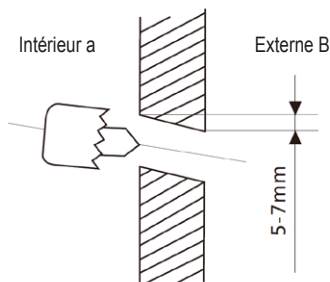

fig. 11 -
5. Faites un trou de Ø65 mm (ou Ø 90mm selon le modèle) sur le mur ("fig. 11 -"1), en descendant légèrement vers l'extérieur, en commençant à percer un côté du mur (A) et en finissant du côté opposé (B) pour éviter une rupture anormale du mur lui-même.